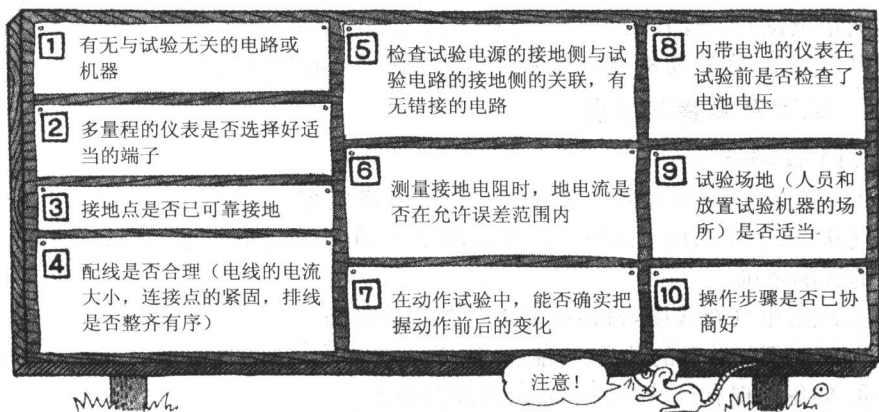
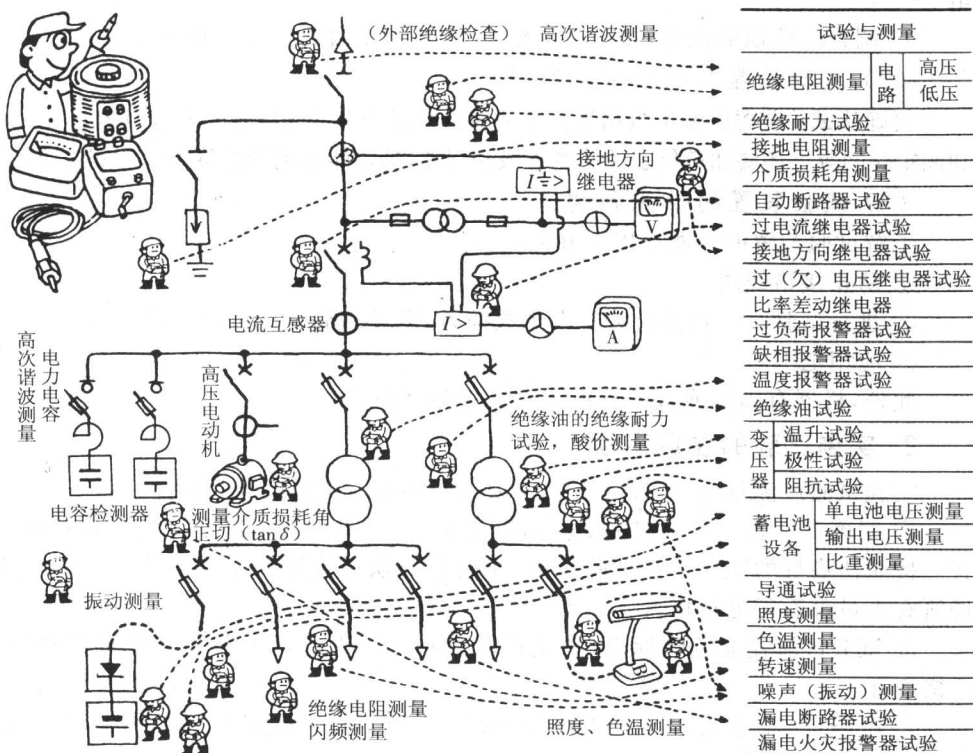

图 1.2 现场试验前的注意事项
图 1.3 高压配电设备与试验场地
① 明确责任者。确定实施试验的责任者,让所有人员知道某一人是作业指挥者。按照协商好的顺序进行试验,每一个动作确认后再进入下一步作业。要让现场所有人员都看得见指挥者。
② 试验区域建立危险标志,禁止进入。对参试人员与无关人员要分别通知,严格遵守。
③ 严格遵守防护用具、保护用具的使用手则。要确认安全用具无异常,所有参试人员都能熟练使用。
④ 绝缘耐力试验时禁止吸烟。注意带电的机器有无发烟、异臭、异常声音等现象,并注意仪表指示的变动等。
⑤ 测量值的检查,包括试验基准值的确定、多量程刻度的观察、有无波形误差等。
⑥ 试验开始前的注意事项示于图 1.2。图 1.3 是高压配电设备的试验及测量示例。